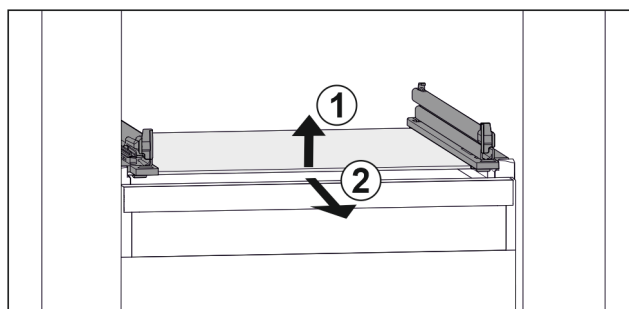

Fig. 73 Przykładowa prezentacja płyty szklanej
- ▶ Unieść płytę szklaną z przodu. Fig. 73 (1)
- ▶ Wyjąć płytę szklaną do przodu. Fig. 73 (2)